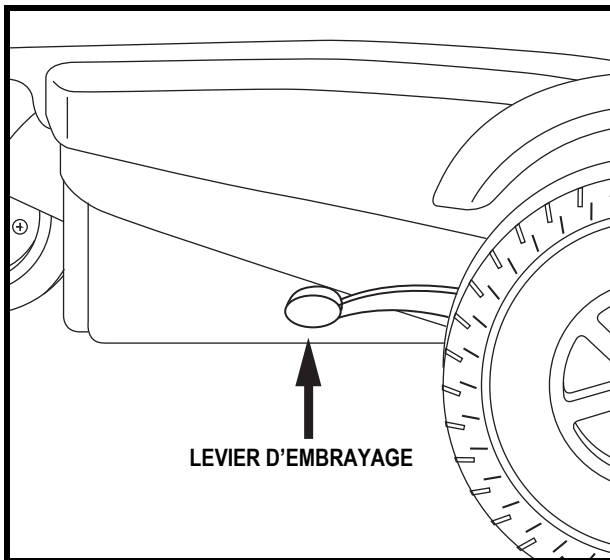

Figure 11. Mode de traction (embrayé)
2. Tirez les deux leviers vers le haut pour embrayer les moteurs. **Voir la figure 11.**
Voir la figure 11.